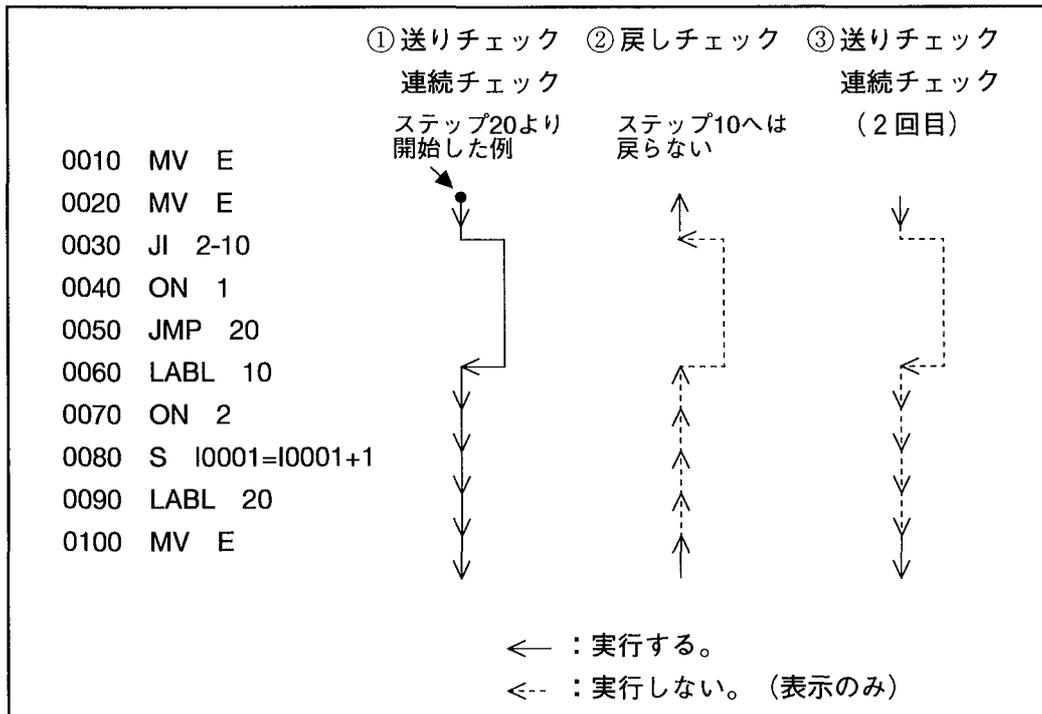

図2-24 ティーチングチェックのステップ実行順序
(1) 戻しチェックは、連続チェックおよび送りチェックで実行した逆の順に戻ります。図2-24のように、ジャンプコマンドでジャンプした場合は、ジャンプコマンドのステップへ戻ります。
(2) 戻しチェックのとき、動作コマンドは実行しますが(図2-24の←)、その他のコマンド(入出力、演算など)は表示が戻るだけで、実行はしません。(図2-24の<-)
②ただし、ツール定義(P9-27の「9-2 ツール定義」参照)は実行され有効となります。また、戻しチェック後、再度連続チェック・送りチェックを行なうときも同じ動作コマンドおよびツール定義は実行します。
(3) プログラム途中のステップより連続チェック、および送りチェックを開始した場合は、戻しチェックでそれ以前のステップへ戻すことはできません。(図2-24を参照)
(4) サブルーチン内で戻しチェックを行なう場合は、そのサブルーチンの先頭までしか戻すことができません。